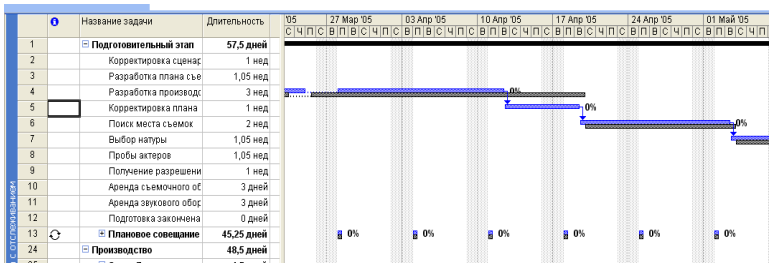

Рис. 163. Навчальний план проекту
16.1.4. Правка/Перейти/Идентификатор введіть 5/OK (рис. 163):